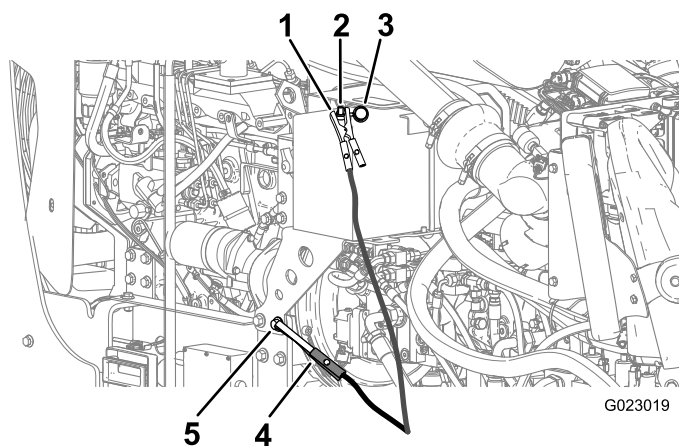

Bild 132
6. Nehmen Sie die Abdeckung vom Starthilfepol ab (Bild 132).
7. Schließen Sie das positive Starthilfekabel (+) am Starthilfepol an (Bild 132).
8. Schließen Sie das negative Starthilfekabel (-) an die Erdung an, wie eine unlackierte Schraube oder einen Rahmenträger (Bild 132).
10. Wenn der Motor anspringt, muss die zweite Person das negative Starthilfekabel (-) vom Rahmen und dann das positive Starthilfekabel (+) trennen (Bild 132).